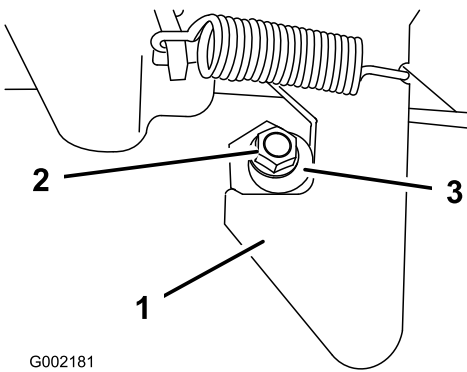

Figure 16
1. Desserrez l'écrou au bout du montant de verrouillage (Figure 16).
2. Tournez le montant dans le sens horaire jusqu'à ce qu'il soit bien serré contre le verrou, puis serrez l'écrou (Figure 16).